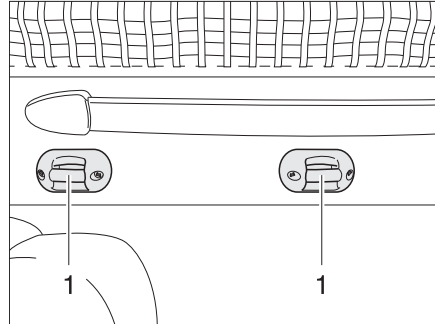

Fig. 154 Soporte escalera de ascenso
- Enganchar la escalera de ascenso a las grapas (Fig. 154,1) de la cama elevada con los dos ganchos.